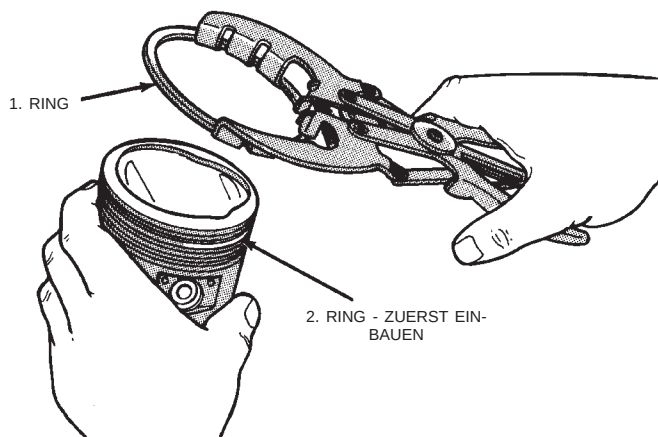

Abb. 82 Abstreifschneide—Einbau
- (2) Expanderring.
- (3) Obere Abstreifschneide.
- (4) Untere Abstreifschneide.
- (5) 2. Kolbenring.
- (6) 1. Kolbenring.
- (7) Montieren der Abstreifschneiden: Ein Ende der Schneide zwischen den Rand der Kolbenringnut und den Expanderring in die Nut drücken. Dieses Ende fest eingedrückt halten und die Abstreifschneide nach und nach über den ganzen Umfang des Kolbens in die Nut drücken. **Keine Kolbenringzange verwenden** (Abb. 82).
- (8) Zuerst die obere und dann die untere Abstreifschneide montieren.